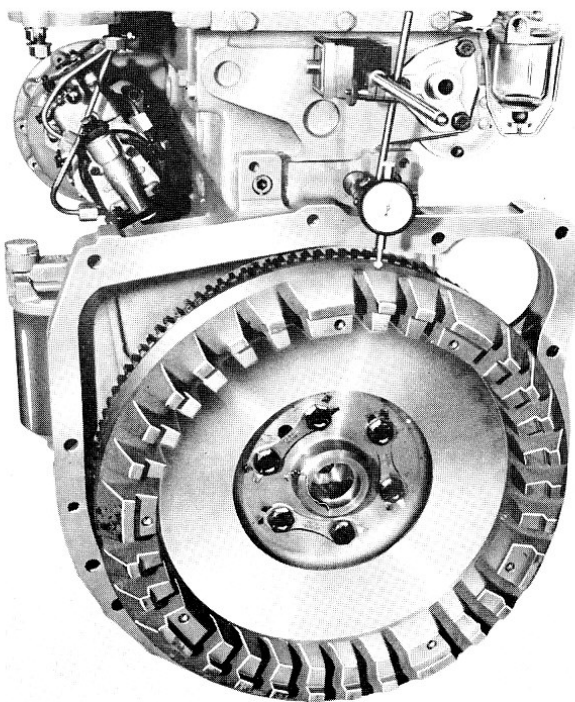

Fig. 48
- a) Vérifier soigneusement la concentricité du volant. Le « faux-rond » ne doit pas dépasser 0,20 mm (fig. 48) (1).